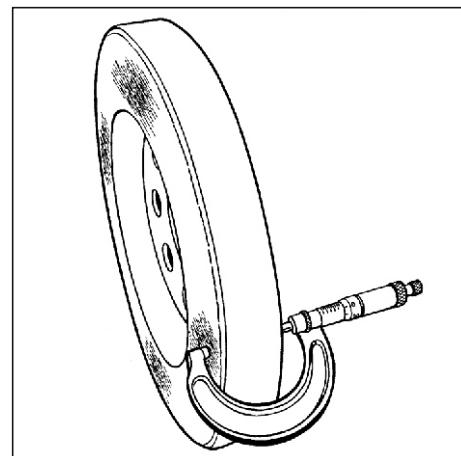

Рис. 54. Контроль толщины демпфера.
2. Смыть краску в 4 точках с обеих сторон на демпфере и замерить его толщину в этих точках (см. Рис. 54). Разность в результатах замера должна быть не более 0,25 мм.